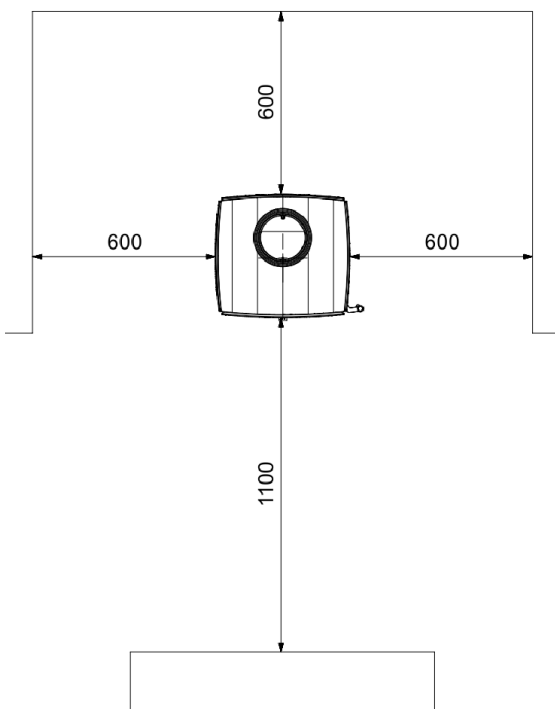

FIG. 7 DISTANCIAS DE SEGURIDAD SIN ESCUDO TRASERO (mm)
- Cuando se coloque la estufa, tener en cuenta las distancias de seguridad necesarias, tanto del aparato como de la chimenea, de las superficies combustibles (paredes de madera o empapeladas, suelo de madera, etc.). Estas mismas distancias deberán ser respetadas cuando el recubrimiento de las paredes o zonas próximas sea susceptible de deterioro o deformación por efecto de temperatura (barnices, pinturas, P.V.C. etc.). Fig. 7